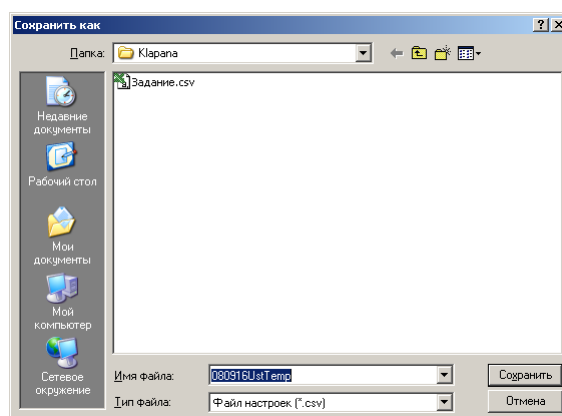

рис. 2
- 2.2. Кнопка **«Сохранить в файл значения параметров»**. Данная кнопка предназначена для сохранения уставок в файл. После нажатия этой кнопки отобразится стандартное диалоговое окно сохранения файла см. рис. 2